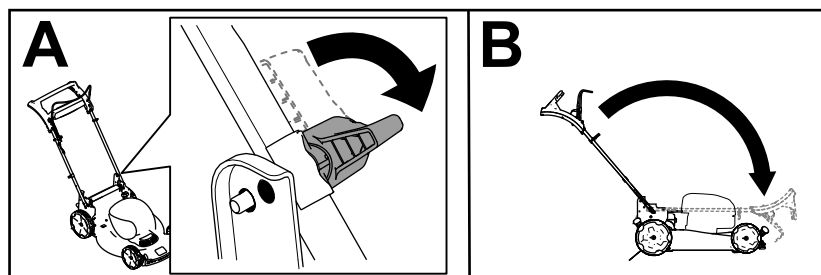

Figure 18
2. Déverrouillez le guidon jusqu'à ce que la moitié supérieure bouge librement (A de la Figure 18).
3. Rabattez le guidon complètement en avant (B de Figure 18).